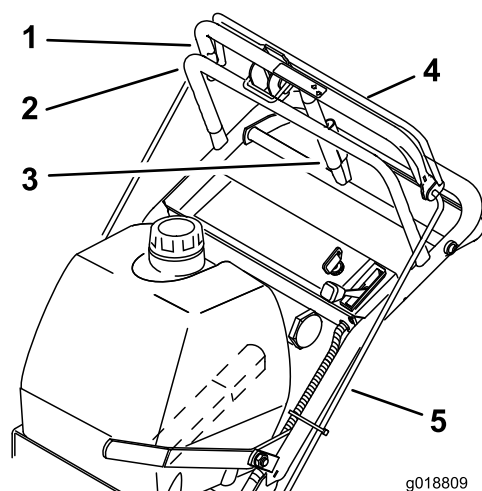

Figura 22
1. Compruebe el espacio entre la barra de control superior y la barra fija, con la transmisión de las ruedas totalmente engranada. La distancia debe ser de 25 a 32 mm (1 a 1-1/4 pulgadas) aproximadamente; consulte Figura 22.